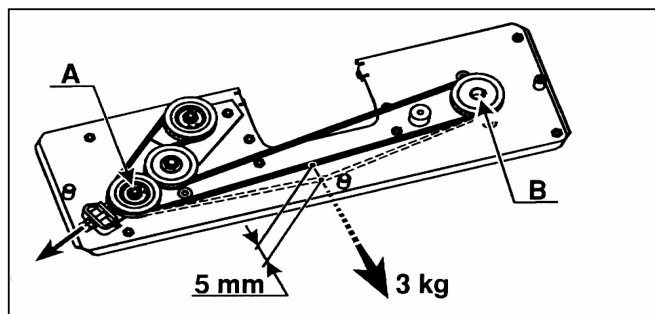

Fig. 36
### COURROIE DE LA TONDEUSE fig. 36
5. Régler l'écrou M10 jusqu'à atteindre la tension spécifique décrite sur la figure 36.
Courroie crantée tondeuse	voir fig.36